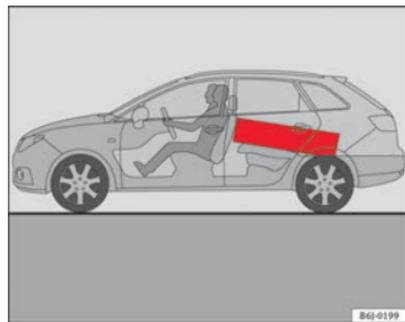

Fig. 92 Los objetos pesados deberían transportarse lo más adelante posible.
- Los objetos pesados deberían transportarse lo más adelante posible ⇒ **fig. 92**.